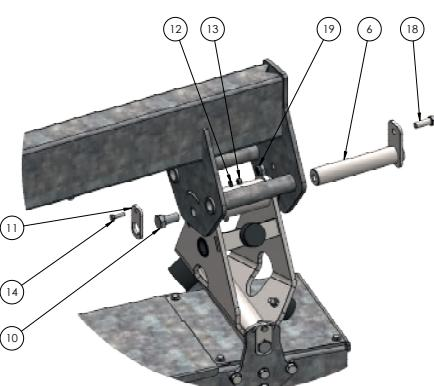
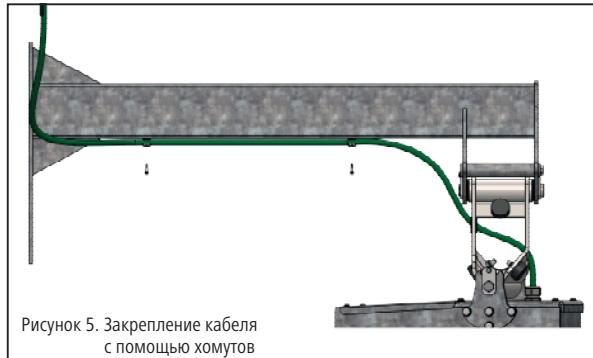

Рисунок 4. Установка верхней оси шарнирного элемента
Рисунок 5. Закрепление кабеля с помощью хомутов
1. Извлеките верхнюю ось из шарнирного элемента (рис. 4, поз. 6).
5. Вставьте верхнюю ось (рис. 4, поз. 6) через опору в кронштейн и шарнирный элемент.
6. Зафиксируйте ось с помощью крепежного винта M14 (рис. 4, поз. 10).
7. Зафиксируйте ось от проворачивания, используя винт (рис. 4, поз. 18) и самостопорящуюся гайку (рис. 4, поз. 19).
8. Зафиксируйте крепежный винт M14 от откручивания, используя стопорную планку (рис. 4, поз. 11), винт (рис. 4, поз. 11), шайбу (рис. 4, поз. 12) и самостопорящуюся гайку (рис. 4, поз. 13). Закрепите кабель мотора на кронштейне с помощью хомутов и саморезов (рис. 5).